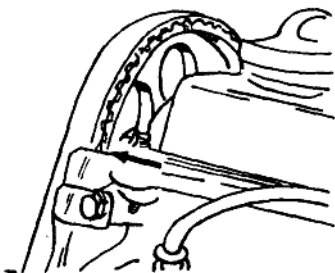

图 1-7 凸轮轴齿形轮上的标记
(2) 凸轮轴齿形轮上的标记与气门室罩盖平齐,如图 1-7 所示。